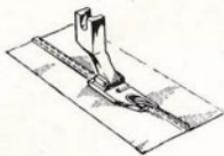

Fig. 47
- inserire i bordi nella chiocciola del piedino e cucire come nel normale orlo a punto diritto (fig. 47).